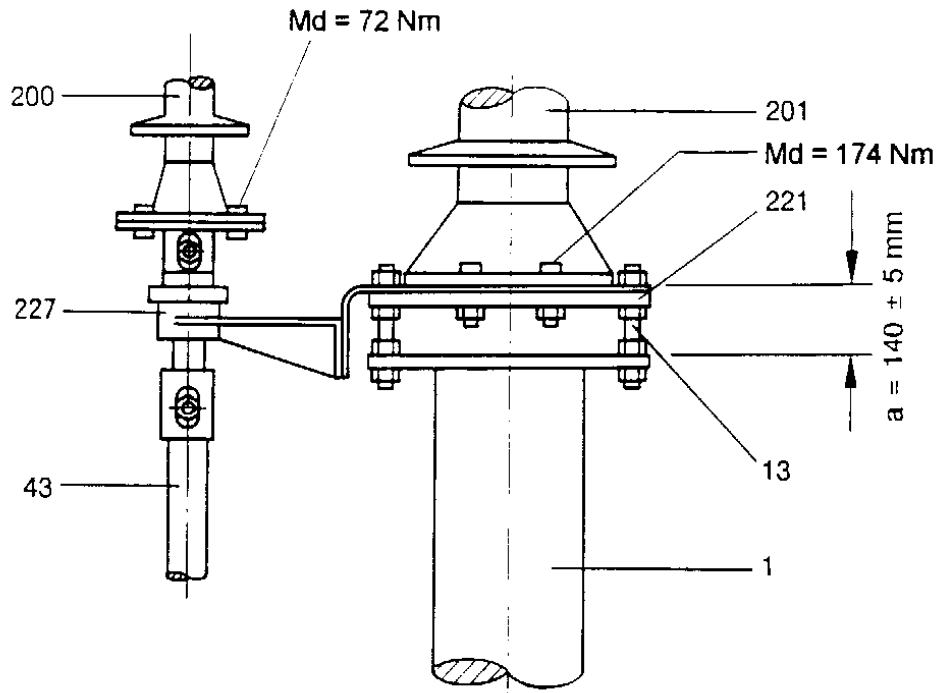

Bild 6
- 7.4.3 Rahmen 221 bzw. 222 auf die Stahlrohrstütze montieren. Das Maß $a = 140 \pm 5$ mm und die horizontale Lage der Rahmenplatte können über die 4 Stehbolzen 13 eingestellt werden. (Bild 6).